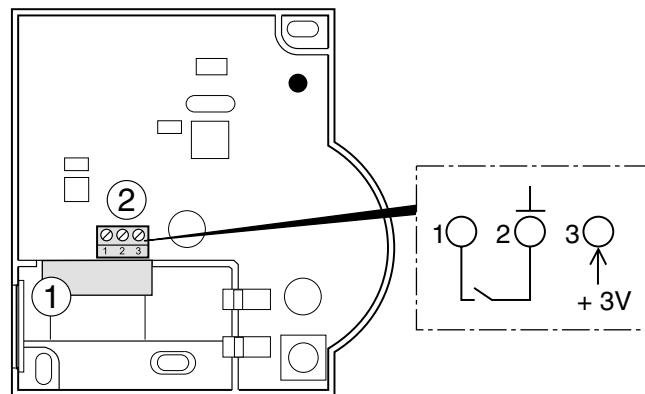

Figura 7: Collegamento della sorgente di corrente esterna (solo HCW 82)
**i** La lunghezza massima del cavo dell'alimentatore verso l'apparecchio è di 100 m. Se possibile utilizzare un cavo del tipo JE-Y (ST)Y 2x2x0,8 mm o JE-LIYCY 2x2x0,5 mm2.
- Far passare il cavo di uscita dell'alimentatore attraverso l'apertura dell'alloggiamento (1) (vedere Figura 7) verso l'interno.
- Collegare il cavo di uscita al morsetto (2) (vedere Figura 7).
- ▶ Collegare un sensore a scelta privo di contatto a HCW 82 (installazione al collegamento 1 e collegamento 2, vedere Figura 7 (2), pagina 17).